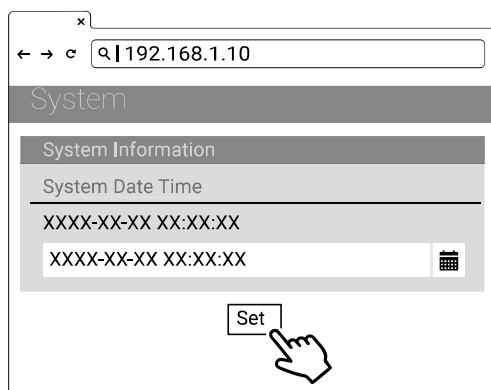

Figura 4-14 Ajuste de la fecha y hora
- 5) Seleccione SET y espere a que aparezca la ventana de finalización. Vea la siguiente figura 4-14.